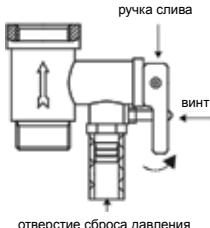

Рис. 8
4. На входной патрубок обозначенный голубым цветом и стрелкой направления течения воды накрутите предохранительный клапан так, чтобы течение воды совпадало с направлением стрелки на корпусе клапана. На отверстие сброса давления предохранительного клапана (см. рис. 8) оденьте дренажную трубку для отвода воды (возможно появление при нагревании) в канализацию.
- 6. Воду можно слить через обратный предохранительный клапан (открутить сливной винт обратного предохранительного клапана и перевести ручку слива в верхнее положение, при этом кран выхода горячей воды должен быть открыт, а кран подачи холодной воды в водонагреватель должен быть перекрыт) (смотри рис. 8). Никогда не